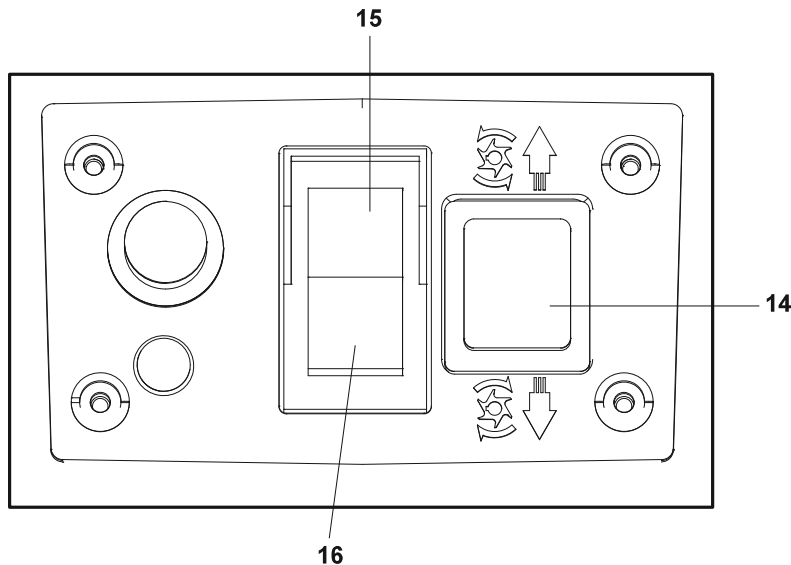

Fig. 8
- Pulse el interruptor de encendido "I" (15) durante aproximadamente 1 segundo para encender la máquina en el funcionamiento de avance cuando se coloque el interruptor de avance/retroceso (14) en el modo de avance "↓" (Fig. 8).
- Mantenga pulsado el interruptor de encendido "I" (15) para encender la máquina para el funcionamiento de retroceso cuando se coloque el interruptor de avance/retroceso (14) en el modo de retroceso "↑".
2. Apagar: Pulse el interruptor de apagado "O" (16) para apagar la máquina.